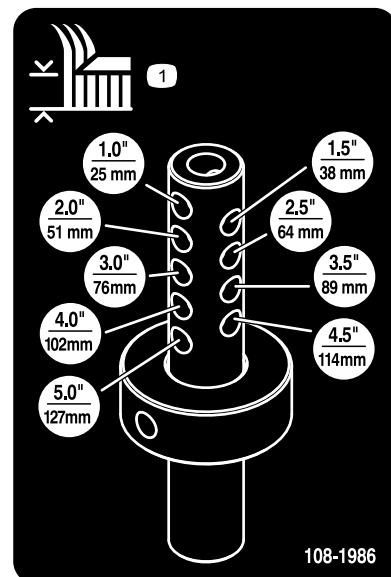

Figura 11
- Alinee el collar de ajuste de la altura de corte con los taladros de ajuste de la altura de corte deseados de la varilla de ajuste de la altura de corte (Figura 11).